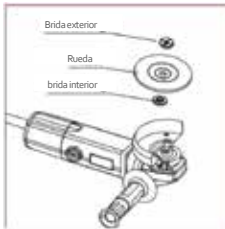
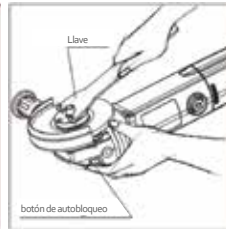

IMAGEN4
IMAGEN5
- Montar y desmontar disco: Equipar la placa de presión hacia abajo sobre el eje de salida, después equipe el disco de esmeril en la placa de presión, atornillar la placa de presión superior en el eje de salida (Imagen 4). Presionar el botón de cierre automático, use la llave especial para atornillar fuertemente la placa de presión superior (Imagen 5).